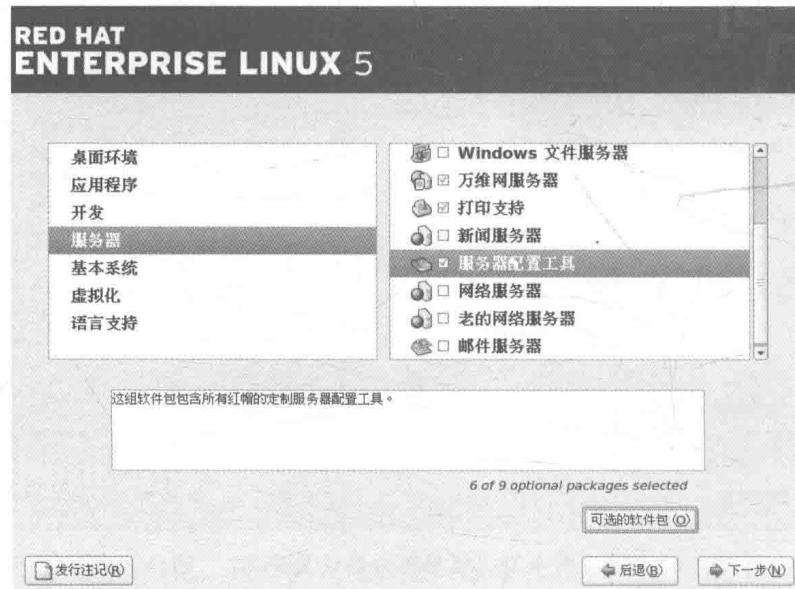

图 4-29 服务器包选择界面
(20) 然后我们将服务器类的二级菜单“服务器配置工具”前面对勾打上，如图 4-29 所示。